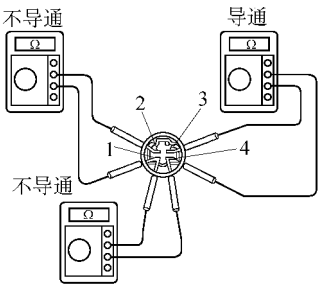

图 2-124 检查继电器的导通
(1) 检查继电器的导通。检查端子 1 和 3 之间是否导通，端子 2 和 4 之间、3 和 4 之间是否不导通，如图 2-124 所示。